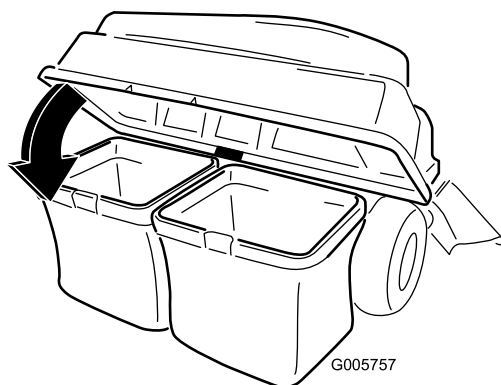

Figure 10
3. Abaissez le couvercle du système de ramassage sur le bac (Figure 10).